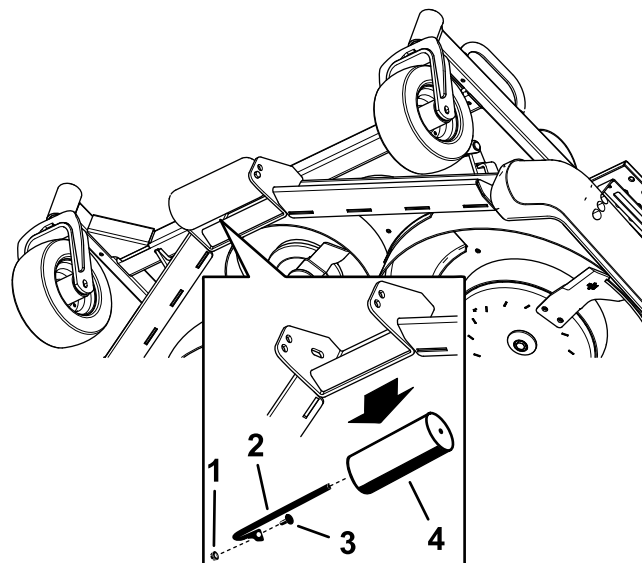

Figura 30
4. Rimuovete l'albero del rullo, il bullone e il dado che fissano il rullo alla staffa del piatto di taglio (Figura 30).